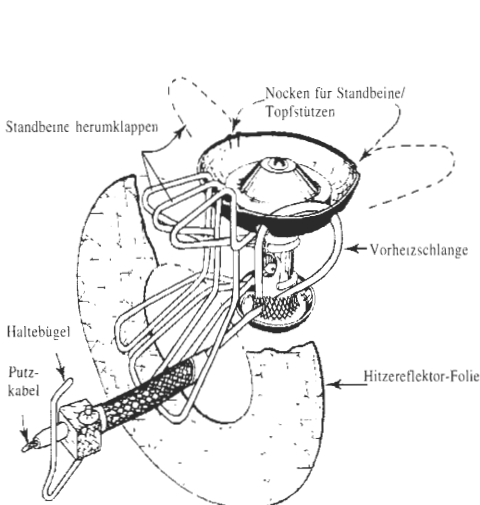

Abb. 2
4. Die Brennstoffleitung durch das Loch der Reflektorfolie stecken, um diese anzulegen (Abb. 2).